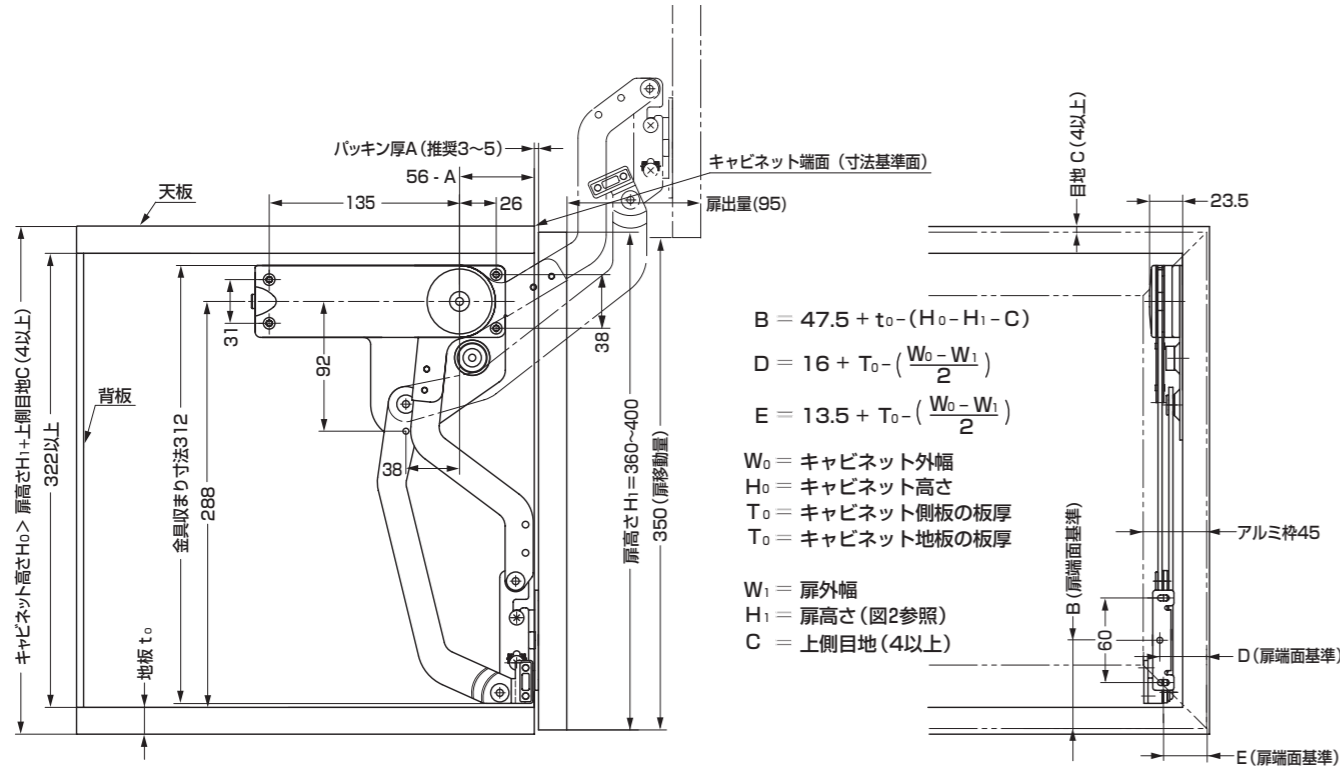
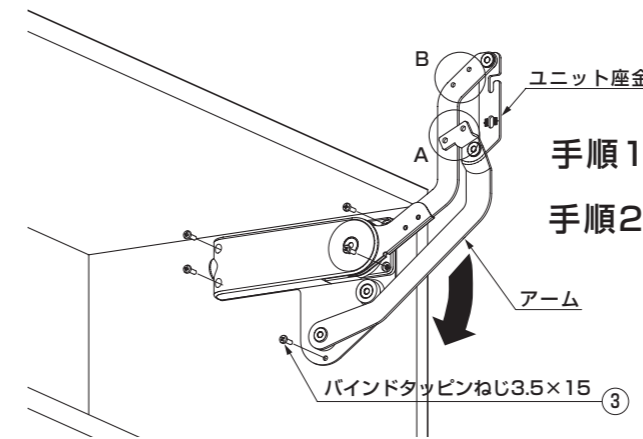

図3. 45mm幅アルミ枠、木扉取付寸法図
図5. 本体取付図
手順1 SLUH本体①②をキャビネット内側の規定位置に合わせ(取付寸法は図3, 4をご参照ください。)左用、右用ともに付属のバインドタッピンねじ3.5×15③で固定します。(図5.)
手順3 SLUH-SZ⑥を扉裏面の規定位置(図3.参照)に、付属のバインドタッピンねじ3.5×15⑧で確実に固定します。(図6.) 扉に取り付けた座金の側面にバインドねじM5×10⑦を左右ともに仮止めします。(図6.)